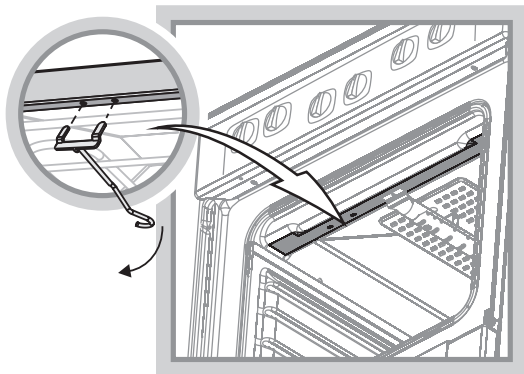

Рис. 4
- Установите крючок, для чего вставьте «усы» крючка в пазы верхней полки проема духовки и опустите крючок вниз (рис. 4).